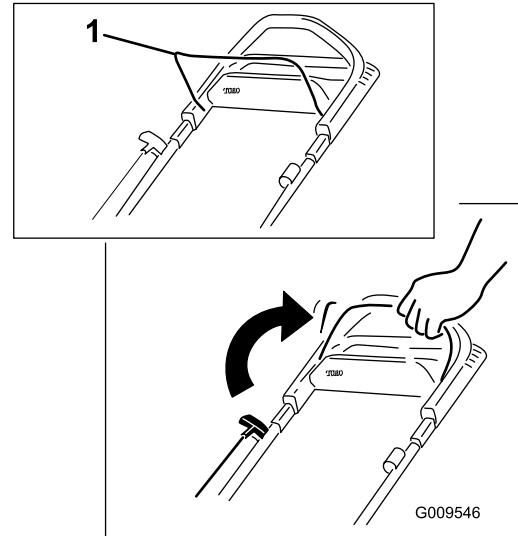

Рисунок 19
1. Удерживайте штангу управления ножом прижатой к рукоятке (Рисунок 19).